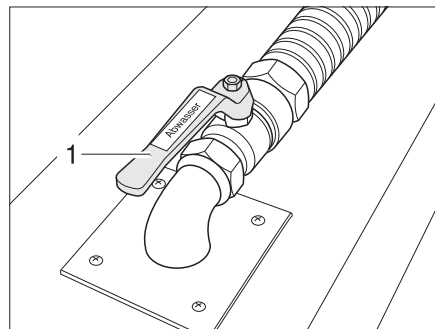

Fig. 287 Robinet d'évacuation des eaux usées
Le robinet d'évacuation des eaux usées (Fig. 287,2) est monté dans le double plancher. Le robinet d'évacuation est noir et identifié par le marquage "Abwasser" ("Eaux usées").
- Ouvrir le robinet d'évacuation des eaux usées (Fig. 287,1). Les eaux usées s'écoulent.